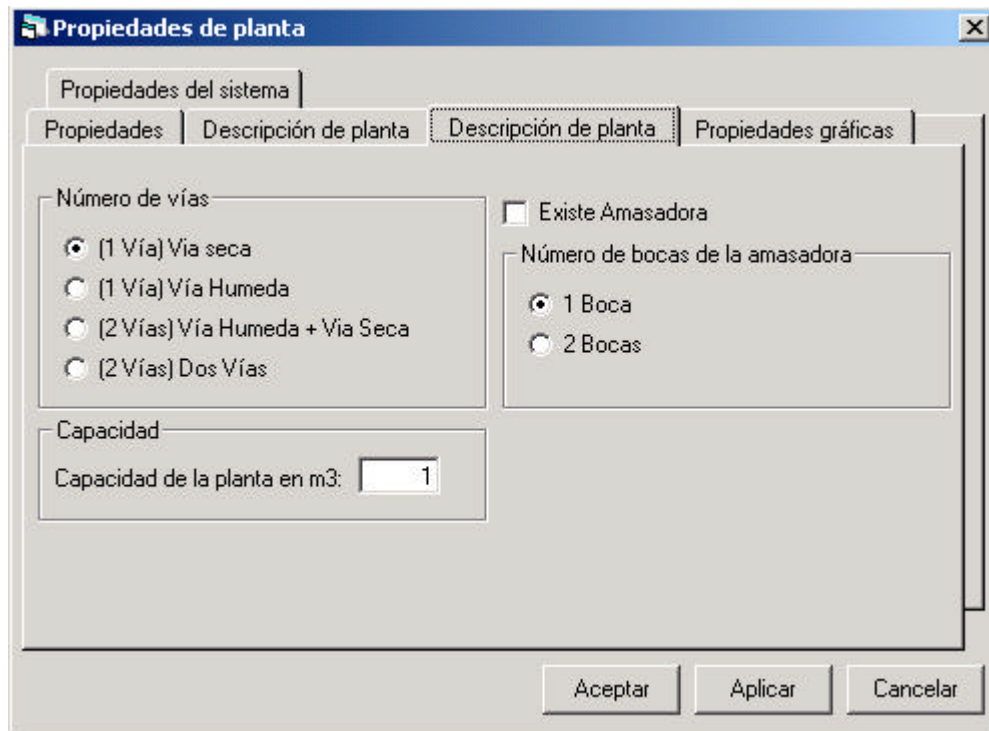

Figura 11.- Ventana Propiedades de planta (pestaña de Descripción de planta).
- **Descripción de planta** (figura 11).
Las distintas opciones que se pueden escoger se muestran en la figura 11.